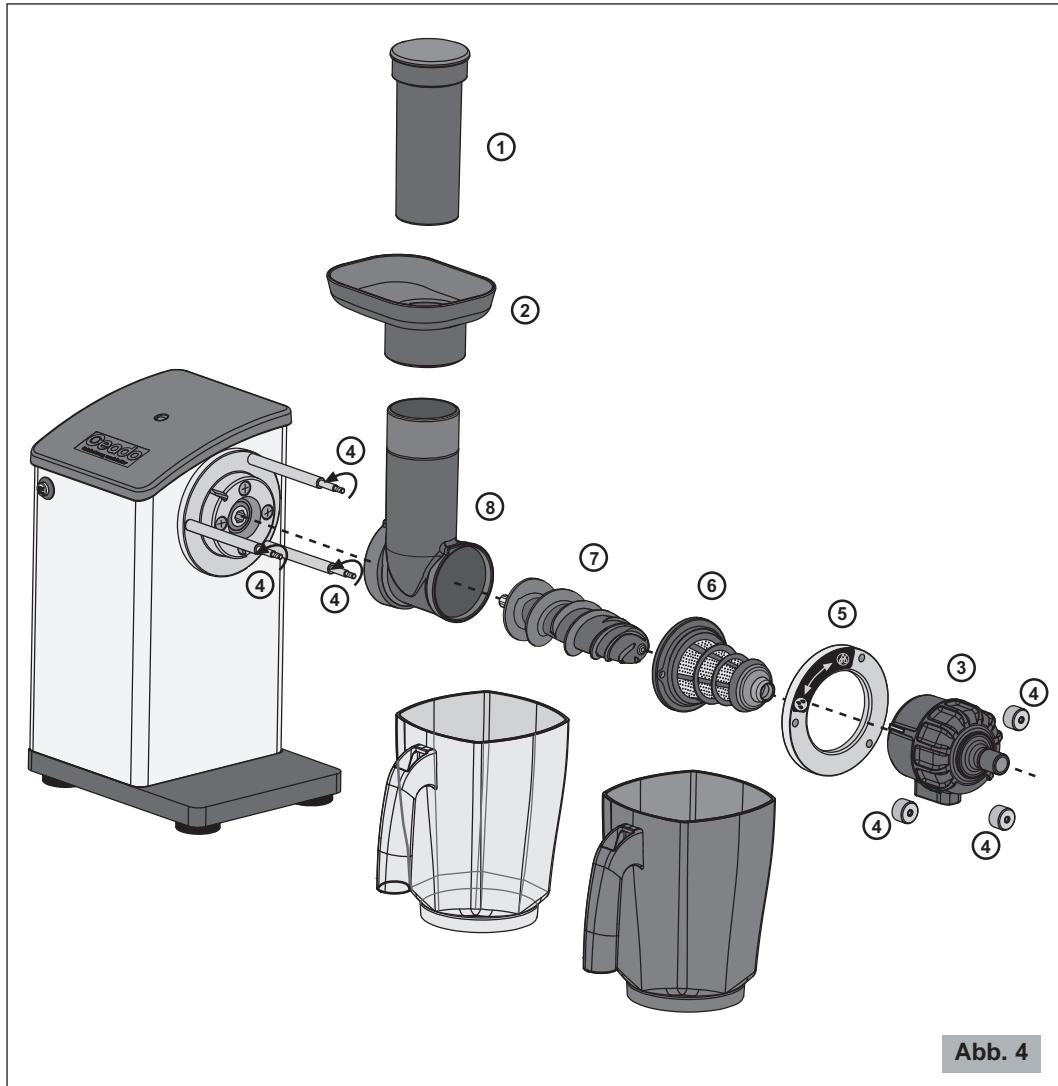

Abb. 4
1 Die Behälter entfernen und die Bestandteile in der Reihenfolge der Abbildung (Abb. 4) auseinandernehmen.
- 3 In umgekehrter Reihenfolge wieder zusammenbauen (Abb. 4).